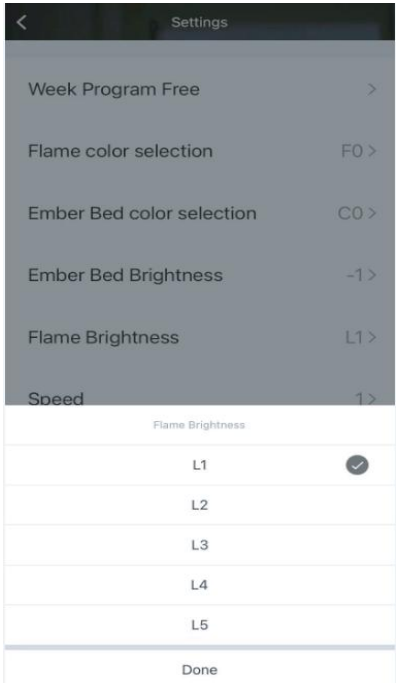

Imagen 14
9. Abre brillo de la llama y selecciona el nivel de brillo de la llama entre L1 y L5, como en la imagen 14.